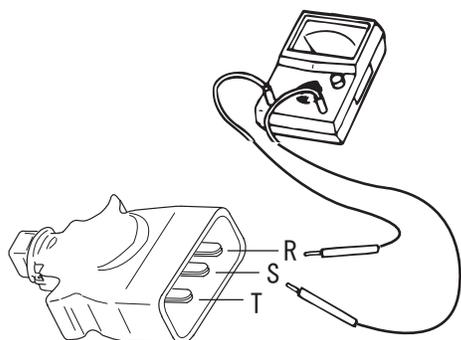

Figure 6. Test de conduction des bornes de la fiche
4. Lorsque l'interrupteur est allumé, utiliser un méga-ohmmètre pour vérifier la conduction entre R-S, S-T et T-R à la borne de la fiche (Figure 6).